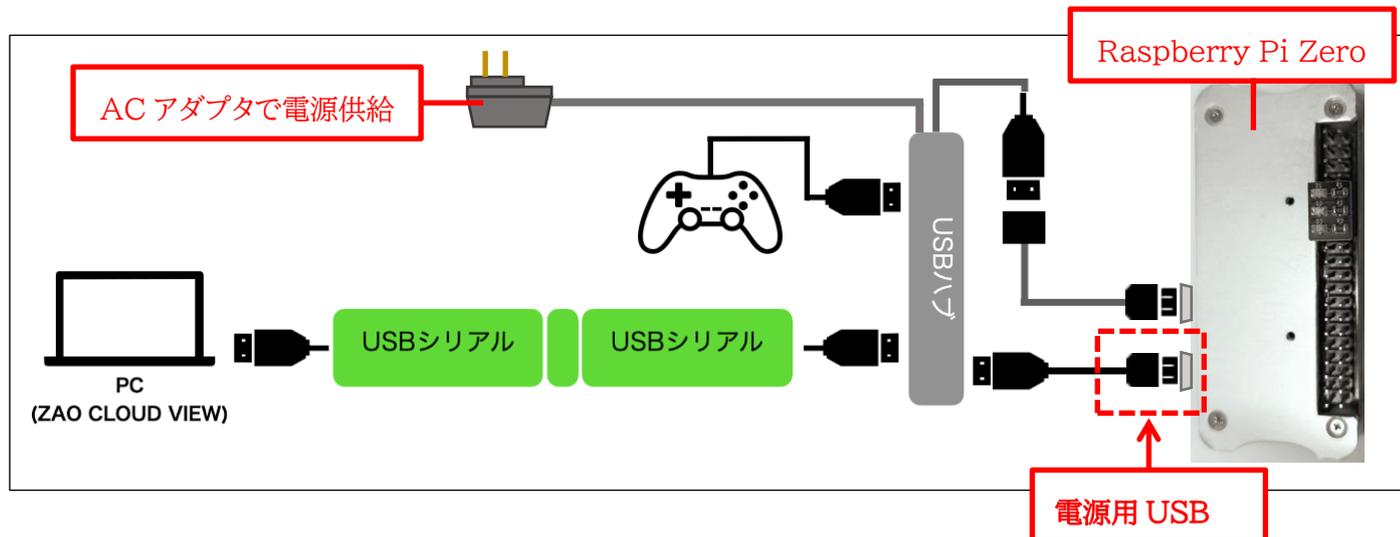

図 4-1 コントローラの接続イメージ
このスターターキットでは、Zao SDK のシリアルトンネリングの機能を使って、2 章で組み立てたラジコンカーを操作します。図 4-1 のように、スターターキットに同梱している Raspberry Pi Zero に USB ゲームパッド、シリアルケーブルを USB ハブに接続し、もう一方のシリアルケーブルを PC に接続します。この PC には 3 章で説明した Zao Cloud View をセットアップしておきます。USB ゲームパッドの信号をシリアルデータとして PC に送信して、PC から Zao Cloud View を通じてラジコンカーにシリアルデータを送信します。
4. 図 4-1、図 4-4、図 4-5 のように Raspberry Pi Zero、PS5 コントローラを USB ハブに接続して、PC と USB シリアル変換ケーブルで接続します。